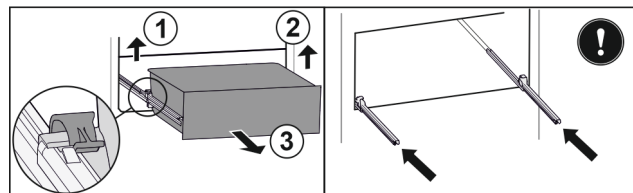

Fig. 105
- Soulever la bride gauche et tirer dans le même temps la partie gauche du tiroir vers l'avant. Fig. 105 (1)
- Soulever la bride droite et tirer dans le même temps la partie droite du tiroir vers l'avant. Fig. 105 (2)
- Retirer le tiroir par l'avant. Fig. 105 (3)